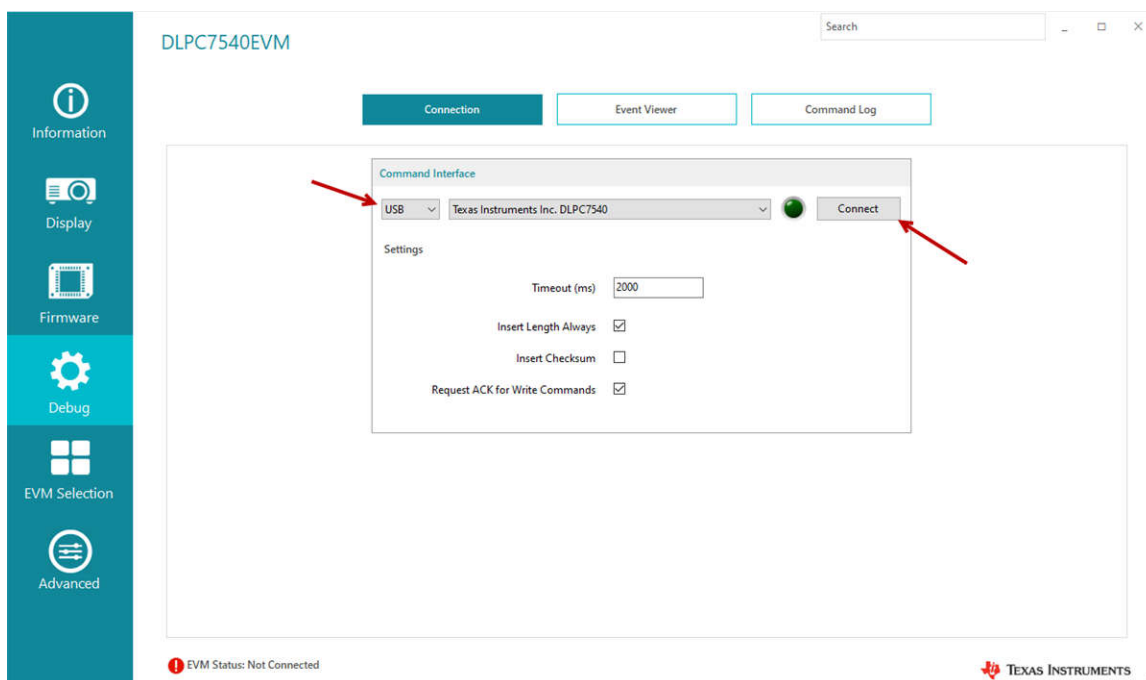

図 3-3. コマンド インタフェース設定
- b. USB の場合は、USB インターフェイスを選択して接続をクリックします。図 3-3 を参照してください。